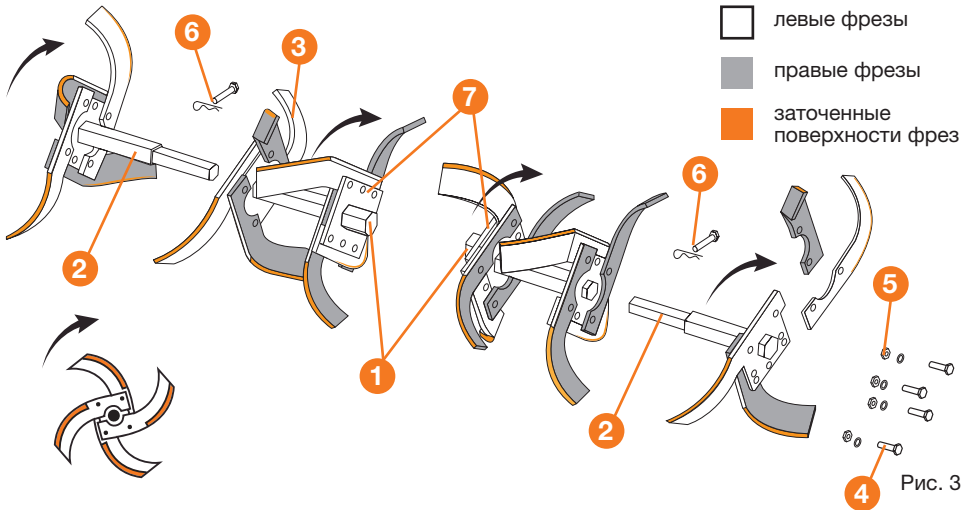

Рис. 3
Последовательно установите фрезы на фланцы осей (Рис. 3).
- Соберите фрезы согласно схеме на рис. 3.